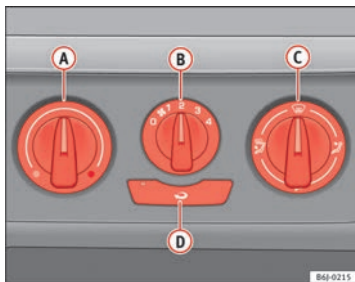

Fig. 92 Mandos de la calefacción en el tablero de instrumentos
- Gire el regulador de temperatura ⇒ fig. 92 **A** hacia la izquierda.
- Gire el regulador de la temperatura ⇒ fig. 92 **A** hacia la derecha hasta alcanzar el grado de calefacción deseado.
- Gire el regulador de la temperatura ⇒ fig. 92 **A** hacia la derecha hasta el nivel máximo de calefacción.
- Gire el regulador de temperatura ➔ fig. 92 **A** hacia la zona de calefacción.